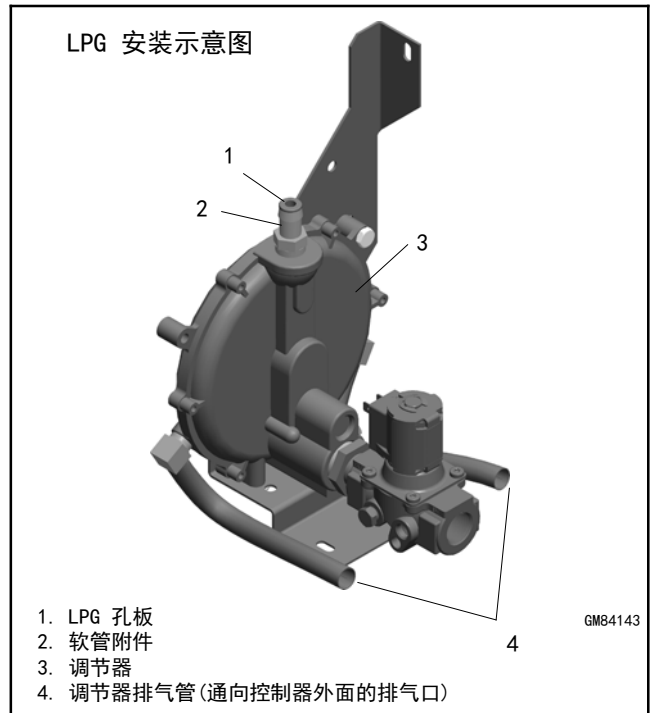

图 1-13 燃料调节器和 LPG 孔板, 20RESA/RESAL
对于 LPG 燃料, 燃料管中带有孔板。该装置通常为使用天然气的安装而提供, 即在燃料电磁阀旁边有一个松动的孔板。要转换为 LPG, 请按照以下说明安装 LPG 孔板。有关燃料系统组件位置, 请参阅图 1-13。
5. 从软管附件上卸下软管夹和燃料软管。请参阅图 1-13。
6. 将 LPG 孔板插入软管附件。请参阅图 1-13。